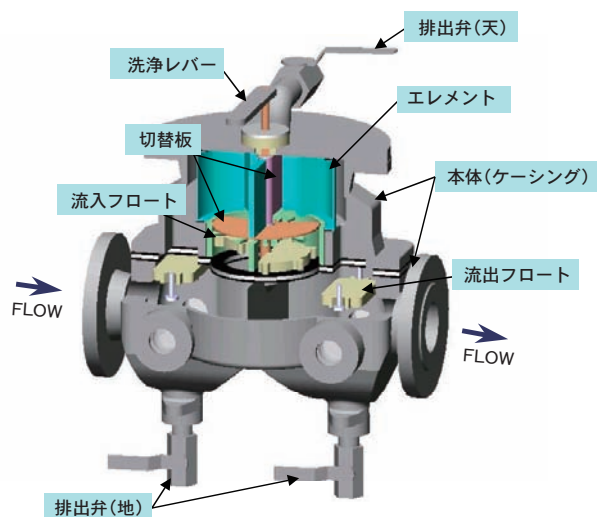

図1 構造図
インラインフィルターの構造を、図1に示します。
- 4) 濁質は、その種類や管内流況によって水の流れに追従しやすい浮遊性物質と追従しにくい沈殿物に大別されます。それらをともに排出できるように、排出弁を天側と地側にそれぞれ設けています。(図1参照)